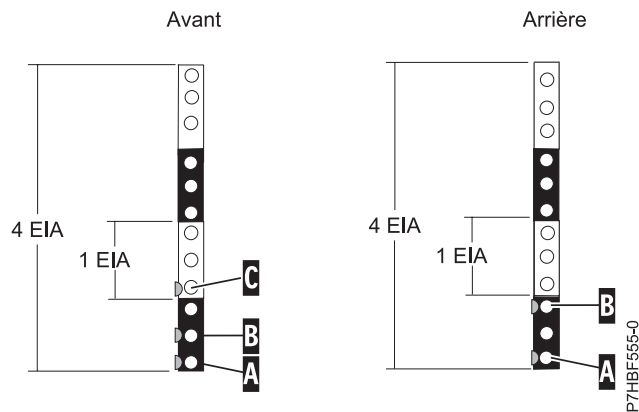

Figure 3. Marquage des orifices à l'avant et à l'arrière du châssis de l'armoire
1. Lorsque vous êtes face à l'avant de l'armoire et que vous travaillez sur le côté droit, repérez l'unité EIA inférieure utilisée par l'unité d'extension. Notez l'emplacement EIA. Utilisez du ruban adhésif, un marqueur ou un stylo pour marquer le trou inférieur de l'unité EIA en indiquant A (voir figure 3). Marquez l'armoire de sorte que la marque reste visible au dos de l'armoire.
2. En commençant par le trou identifié par la marque A, comptez un trou vers le haut et placez une deuxième marque B. Marquez l'armoire de façon à ce que cette marque soit visible depuis l'arrière de l'armoire, comme illustré (figure 3).
3. En commençant par le trou identifié par la marque B, comptez deux trous vers le haut et placez une troisième marque C, comme illustré à la figure 3.
4. Lorsque vous êtes face à l'avant de l'armoire et que vous travaillez sur le côté gauche, repérez l'unité EIA inférieure utilisée par l'unité d'extension. Placez une marque à côté du trou inférieur de l'unité EIA (A).
6. Lorsque vous êtes à l'arrière de l'armoire et que vous travaillez sur le côté droit, repérez l'unité EIA inférieure pour laquelle vous avez fait une marque à l'étape 1, à la page 5. Faites une marque au niveau du trou inférieur de l'unité EIA (A). Marquez l'armoire de sorte que la marque soit visible depuis l'arrière de l'armoire.
7. En commençant par le trou identifié par la marque A, comptez deux trous vers le haut et placez une deuxième marque B, comme illustré (figure 3, à la page 5).
8. En vous plaçant à l'arrière de l'armoire et en travaillant sur le côté gauche, repérez l'unité EIA inférieure utilisée par l'unité d'extension. Placez une marque à côté du trou inférieur de l'unité EIA (A).